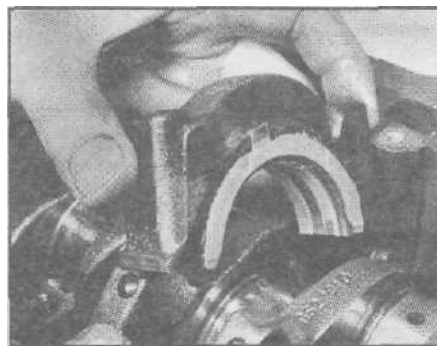

Рис. 29.4. Установка крышки центрального подшипника
- 4 Опустите коленчатый вал на свое место, затем установите крышки коренных подшипников на ранее обозначенные места (см. рис. 29.4). Напомним, что выступы вкладышей соседствуют друг с другом.